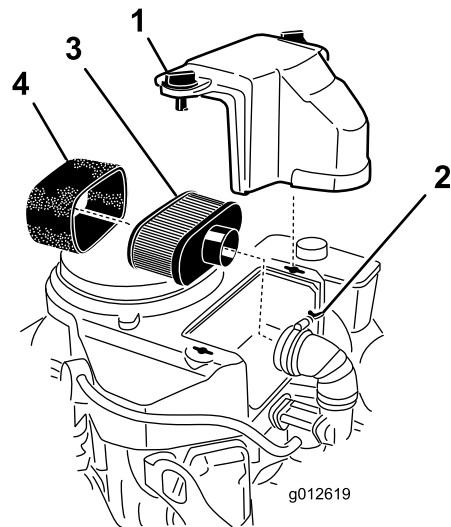

図 42
3. エアクリーナを外したときエンジン内部に異物が入らないよう、周辺をきれいに拭く（図 42）。
4. エアクリーナのカバーのノブのねじをゆるめてカバーを外す（図 42）。
5. エアクリーナのホースクランプをゆるめてエアクリーナアセンブリを外す（図 42）。
6. ペーパー・エレメントからスポンジエレメントを注意深く取り外す（図 42）。
1. ペーパー元素を軽くたたいて、たまってほこりを落とす。汚れがひどい場合には、新しいペーパー元素に交換する (図 42)。
1. ペーパー・元素にスポンジ元素を注意深く取り付ける (図 42)。
2. エア・クリーナのベース、またはホース、にエア・クリーナ・アセンブリを取り付けて固定する (図 42)。
3. エアクリーナのカバーを取り付け、ノブを締め付けて固定する (図 42)。